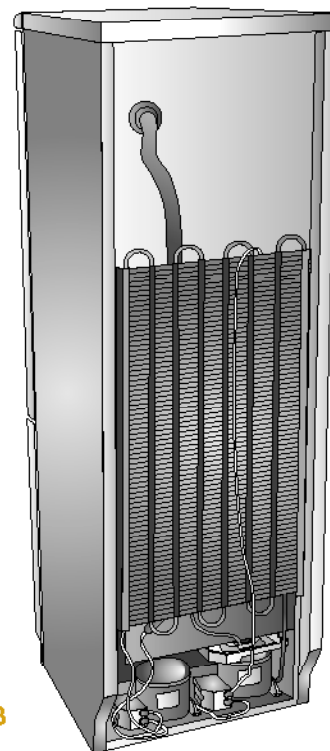

Fig. 3
- 3 Lasciare una distanza di almeno 5 cm. fra la parete superiore dell'apparecchio ed eventuali pensili. Se l'apparecchio è munito di distanzieri montarli sulla parte superiore del condensatore posto nella parete posteriore (Fig. 3).
- 3 Allow for at least 5 cm of space between the upper wall of the appliance and any hanging cupboards. If the appliance is equipped with spacers, mount them on the upper section of the condenser located on the rear wall (Fig. 3).
- 3 Между верхом прибора и подвесной полкой следует оставить расстояние не менее 5 см. Если прибор оснащен распорками, установите их в верхней части конденсатора, находящегося со стороны задней стенки прибора (Рис. 3).
- 3 Jeżeli zamrażarka zostanie zainstalowana w meblościance, należy zostawić przynajmniej 5 cm odstępu od jej górnego blatu. Jeśli urządzenie jest zaopatrzone w podkładki dystansowe to należy je zamontować na górnej części skraplacza zamocowanego na tylnej ścianie (rys. 3).
- 3 Між верхньою частиною обладнання і можливими полицями потрібно залишати принаймні 5 см вільного простору. Якщо обладнання оснащено дистанційними деталями, змонтувати їх на верхній частині конденсатора, що на задній стінці обладнання (рис. 3).